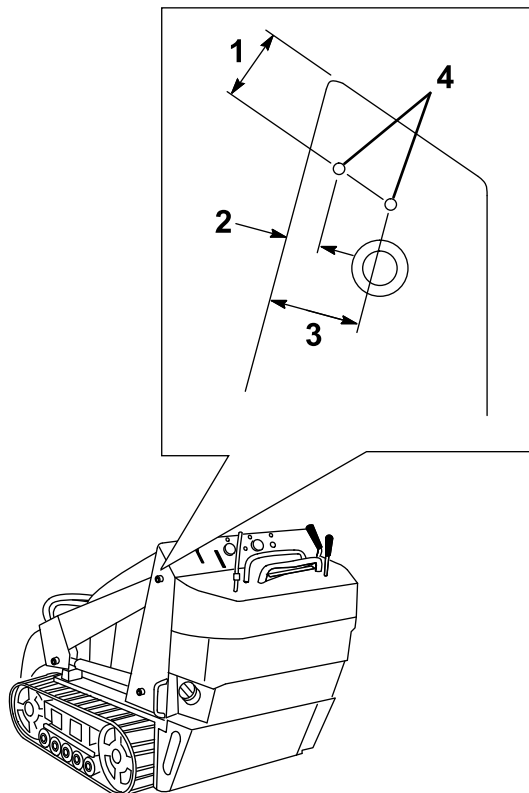

図 4
- 図 4**のように、フレームのエッジから内側に向かって、シールドブラケット用の穴の場所にマーキングする。